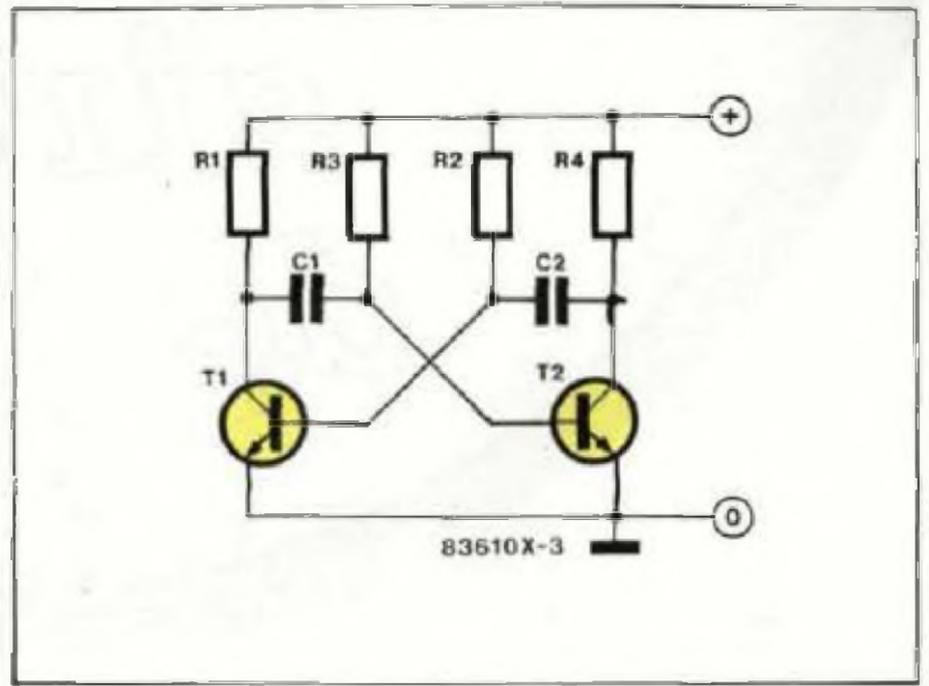

Figure 3 - Schéma du multivibrateur astable.
Figure 3 - On reconnaît les bonnes soudures à leurs pentes légèrement creuses comme celles d'un volcan. Les mauvaises soudures forment un boudin à la base de la broche, ce qui indique qu'il n'y a pas de bonne prise entre l'étain et le matériau de la broche. Utilisez une grosse loupe pour vérifier vos soudures.
■ Une bonne soudure à l'aspect du col et du goulot d'une bouteille. On peut aussi la comparer au sommet évasé d'une quille. Cet aspect est un détail important: lorsque l'étain forme un boudin aux bords arrondis, cela indique que son adhérence est mauvaise; dans la plupart des cas, le contact est incertain, voire inexistant et l'on parle de «soudure froide» (figure 3).
Figure 3 - La disposition des éléments sur la platine Elex. Il est possible d'employer pour le pont redresseur un modèle rond aussi bien qu'un modèle rectangulaire.